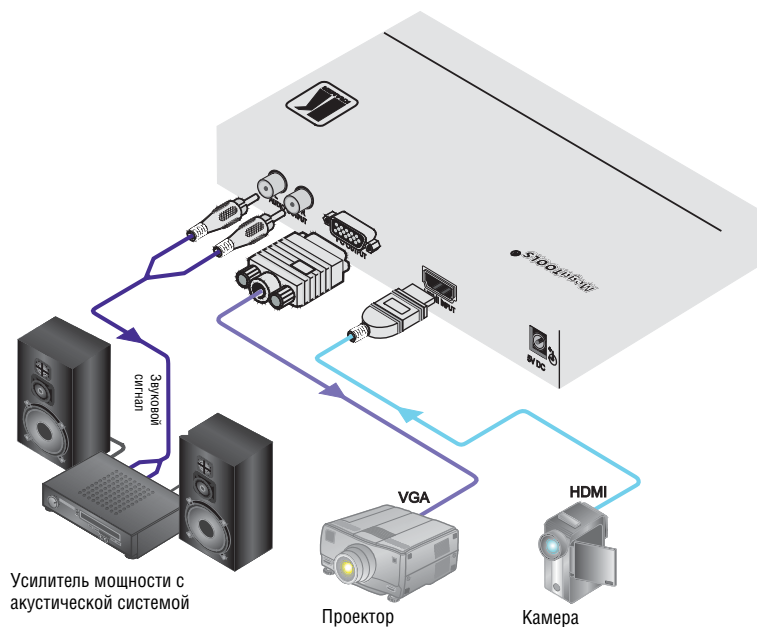

Рис. 2. Подсоединение масштабатора VP-422
Чтобы подсоединить **VP-422** в соответствии с примером, приведенном на рис. 2, действуйте в следующем порядке (предварительно отключив всю аппаратуру):
4. Подсоедините сетевой адаптер 5 В постоянного тока к розетке входа электропитания, а адаптер подсоедините к розетке электросети (на рис. 2 не показан).